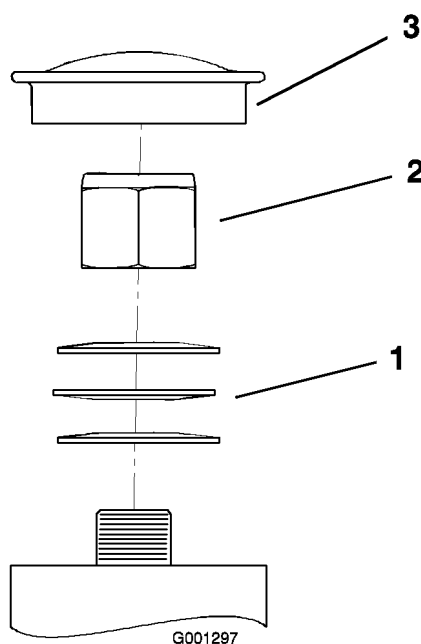

Figure 51
3. Retirez le capuchon anti-poussière de la roue pivotante et serrez le contre-écrou (Figure 51).
4. Continuez de le serrer jusqu'à ce que les rondelles élastiques soient aplaties, puis desserrez-le de 1/4 de tour pour obtenir la précharge correcte des roulements (Figure 51).
5. Remettez le capuchon anti-poussière en place (Figure 51).
Important: Veillez à placer les rondelles comme illustré (Figure 51).